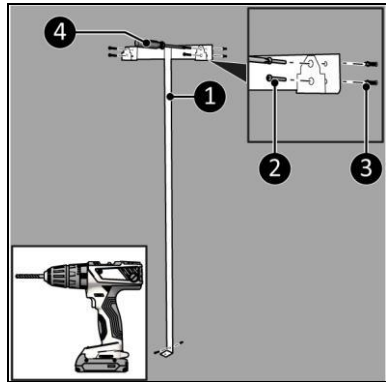

Abbildung 9
4. Platzieren Sie die Wandhalterung an der Wand und markieren Sie die fünf Löcher (Abbildung 9).
6. Platzieren Sie die Dübel (Abbildung 9, Pos. 3).
7. Schrauben Sie die Wandhalterungen (Abbildung 9, Pos. 1) mit fünf großen Schrauben (Abbildung 9, Pos. 2) mit einem Phillips Kreuzschlitzschraubendreher (Abbildung 9, Pos. 4) an die Wand.